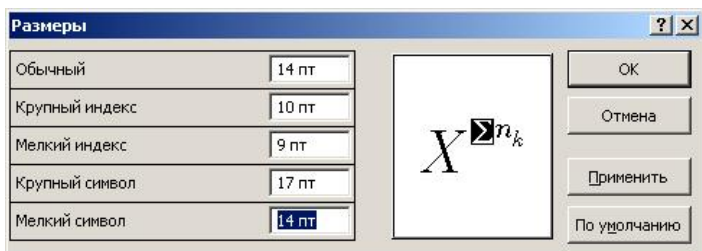

Рисунок 5
*Мелкий символ* применяют для символов шаблонов в полях размера крупного индекса (рисунок 5). Рекомендуемый размер мелкого символа 14 pt.